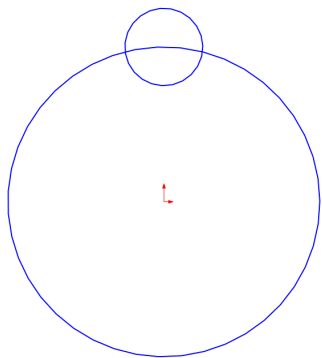

图 14-2 绘制圆对象
(1) 单击常用工具栏中的【新建】按钮，新建一个空白模型文件，更改绘图区背景颜色。
(2) 在【草图】选项卡中，单击【草图绘制】按钮，选取前视基准面为草图绘制基准面，单击【圆】按钮，绘制两个半径分别为 10 和 2.5 的圆对象，如图 14-2 所示。